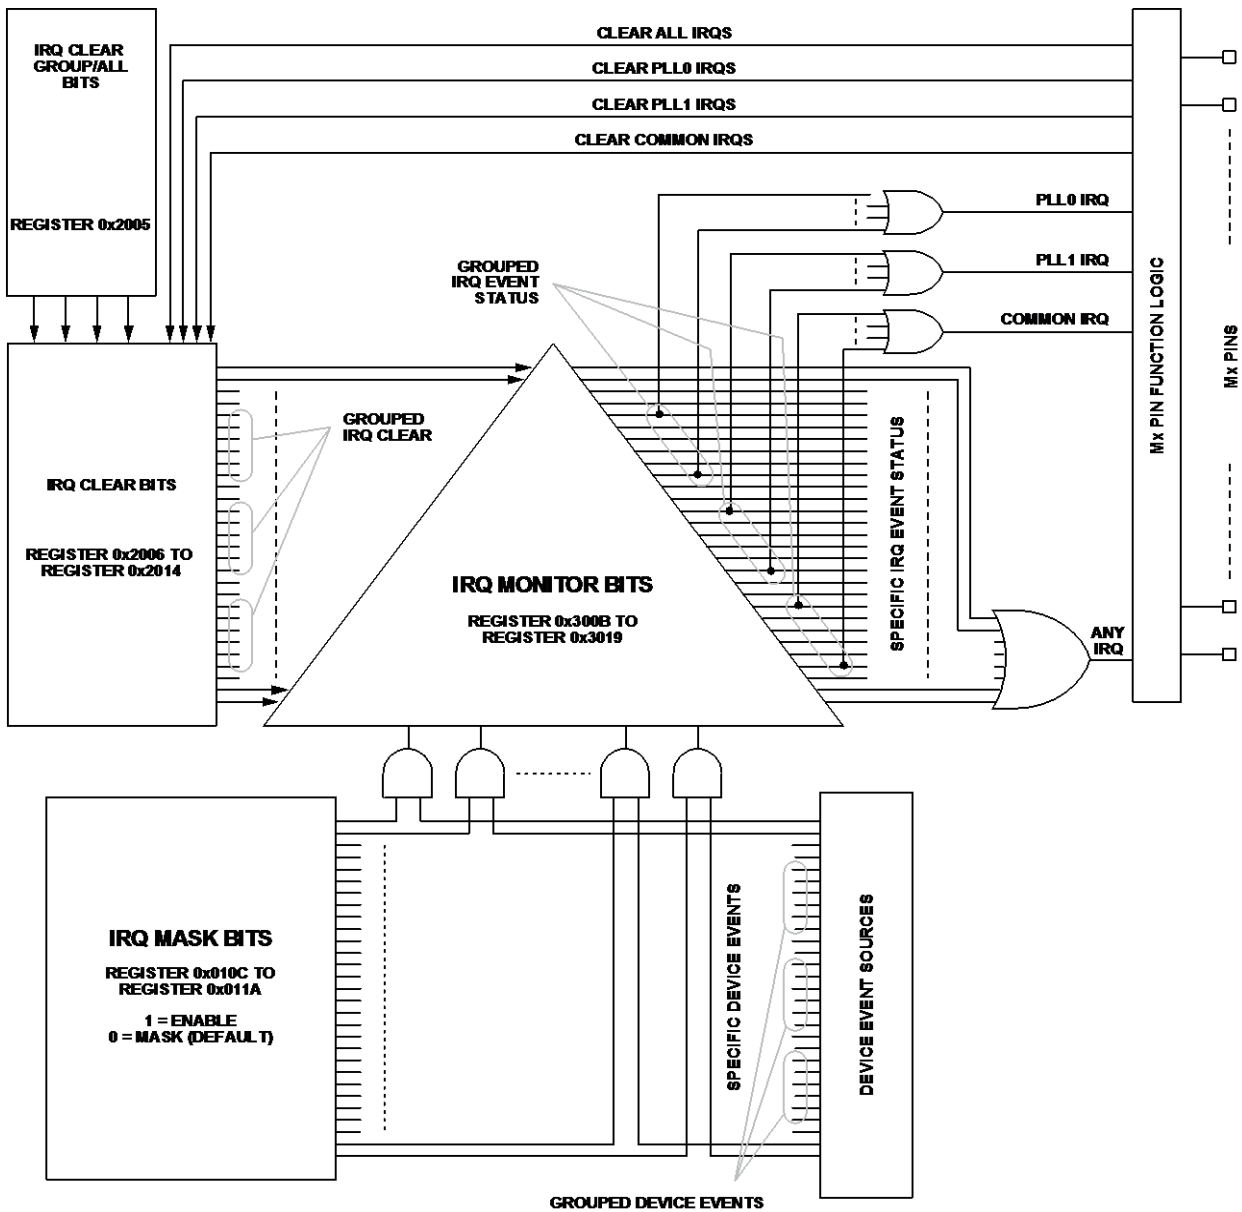

図 47. IRQ システム
AD9542 は、IRQ イベントをトリガする可能性のある特定の内部デバイス・イベントをモニタします。以下に示す 3 グループのレジスタ (図 47 参照) が、AD9542 内の IRQ 機能を制御します。
IRQ ロジックは、すべての IRQ モニタ・ビットのステータスの論理和 (OR) を介して、特定のデバイス・イベントに関する IRQ イベント・ステータスの結果を示すことができます。さらに、IRQ ロジックは、特定の IRQ イベントの特定のグループ、つまり PLL0 IRQ、PLL1 IRQ、および共通 IRQ に関する IRQ イベント・ステータスの結果を提供します (図 47 参照)。
IRQ モニタ・レジスタ (レジスタ・マップの一般ステータス・セクション内) には、特定の IRQ イベントが記録されます。特定のデバイス・イベントが発生すると、IRQ モニタの対応ビットがセットされてラッチされます。IRQ モニタの出力によって、IRQ イベント・ステータスの結果を生成するメカニズムが機能するようになります (図 47 に示す PLL0 IRQ、PLL1 IRQ、共通 IRQ、または任意 IRQ 信号を参照)。
IRQ マスクがあることによって、IRQ イベント生成のために特定のデバイス・イベントを選択する一方で、他のすべての特定デバイス・イベントを無視 (マスク) して、IRQ イベント・ステータスの結果 (図 47 の PLL0 IRQ、PLL1 IRQ、共通 IRQ、または任意 IRQ 信号) に影響を与えないようにすることが
IRQ クリア・レジスタ (レジスタ・マップの動作制御セクション内) は、IRQ モニタとのビット対応に使用するビットで構成されます。IRQ クリア・ビットにロジック 1 を書き込むと、対応する IRQ モニタ・ビットがロジック 0 に強制されて、特定 IRQ イベントがクリアされます。IRQ クリア・レジスタは自動的にクリアされます。したがって、IRQ クリア・ビットにロジック 1 を書き込んだ後は、デバイスが自動的に IRQ クリア・ビットをロジック 0 に戻します。IRQ イベント・ステータスの結果は、その IRQ ステータスの結果をもたらした IRQ モニタ内のすべてのビット (つまり、図 47 に示す PLL0 IRQ、PLL1 IRQ、共通 IRQ、または任意 IRQ 信号に対応するステータス・ビットのグループ全体) をユーザがクリアするまで、アサートされたままになります。
もしくは、いずれかの多機能ピンを IRQ グループのクリア用入力としてプログラムすることで、レジスタ 0x2005 への書き込みではなく、外部ロジック信号によって IRQ グループをクリアすることができます (図 47 参照)。